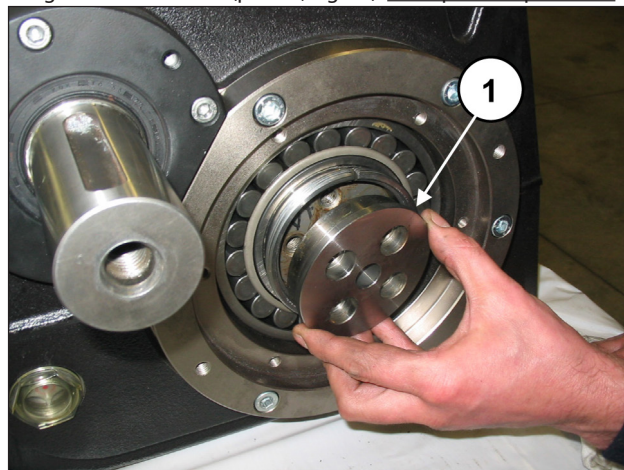

Fig. 79
Insira a flange de bloqueio da bússola no interior das bússolas cônicas (pos. ①, Fig. 79).